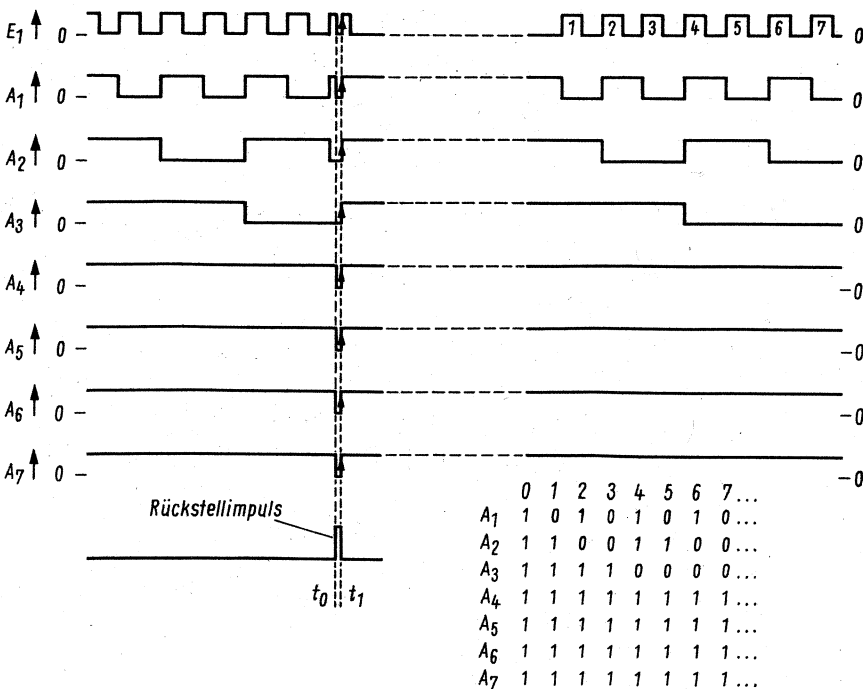

Bild 13. Rückstellung bei $U_{E1} = „1“$
2. $U_{E1} = „1“$ (Bild 13)
In Bild 13 dagegen sind alle Ausgänge unmittelbar nach dem Rückstellimpuls im Vorbereitungs-zustand, so daß schon der nächste Impuls als Nummer 1 richtig gezählt wird. Der Grund dafür ist folgender: Der Rückstellimpuls zieht in diesem Fall alle Ausgänge und den Ein-